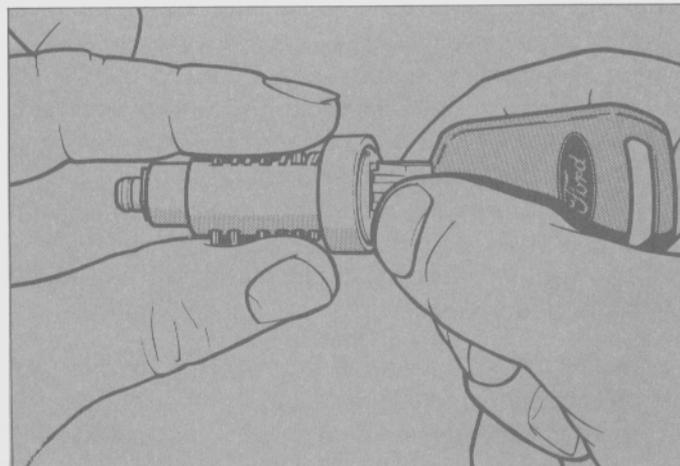

Fig. 339 - Extracción de la llave del cilindro. Observar la sujeción de los fiadores en posición.
- Retirar suavemente la llave del cilindro y quitar la placa obturadora (Fig. 339).